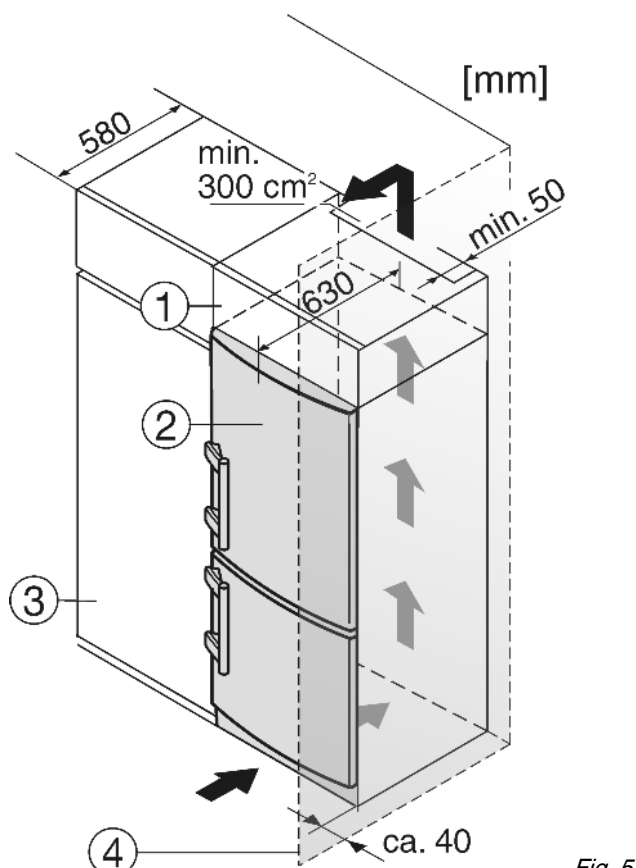

Fig. 5
- (1) Дополнительный шкафчик (3) Кухонный шкаф
(2) Устройство (4) Стенка
Устройство может быть окружено предметами кухонной обстановки. Чтобы уравнять устройство Fig. 5 (2) по высоте с кухонной стенкой, можно установить над устройством соответствующий дополнительный шкафчик Fig. 5 (1).
При комбинировании с обычными кухонными шкафами (глубина макс. 580 мм) устройство можно установить непосредственно рядом с кухонным шкафом Fig. 5 (3). Дверь устройства выступает по сторонам на 34 мм и по центру устройства на 50 мм относительно передней стенки кухонного шкафа. Поэтому ее можно свободно открывать и закрывать.
Если устройство установлено на шарнирах у стены Fig. 5 (4), то расстояние между устройством и стеной должно быть не менее 40 мм. Настолько выступает ручка при открытой дверце.